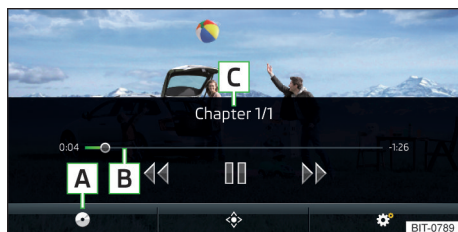

Fig. 198
Menu principal » fig. 198
Avance/retour du vidéo au moment souhaité	Touchez la barre de lecture B » fig. 198 à la page 167.
- Pour **afficher** le menu DVD dans le menu principal *Vidéo DVD* appuyez sur la touche ◆ » fig. 198 à la page 167.